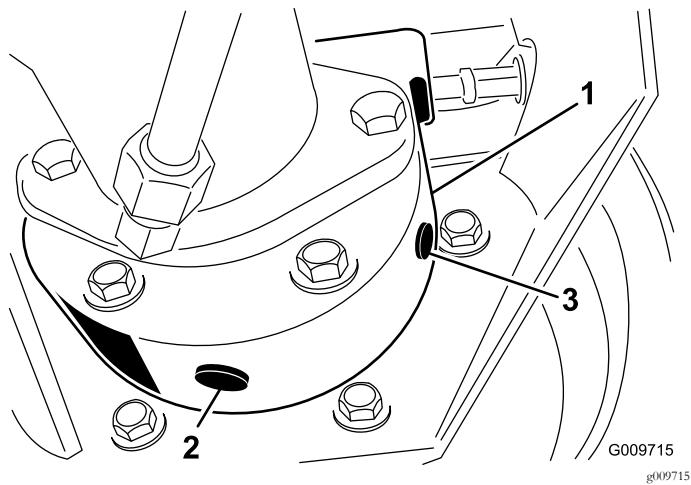

Figura 54
3. Coloque o recipiente de escoamento por baixo da estrutura do travão, retire o tampão e deixe o lubrificante para engrenagens escorrer para o recipiente (Figura 54).